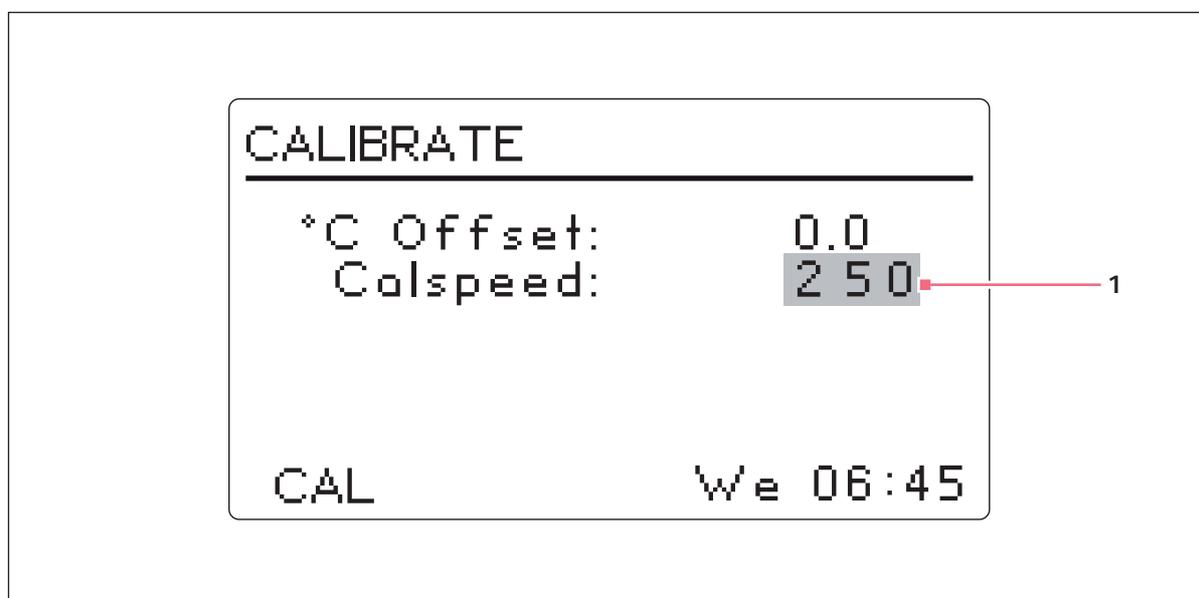

Fig. 5-16: Schermata calibrazione
1. Utilizzare la manopola di controllo per entrare nella schermata **CAL** (vedi Fig. 5-16 a pag. 62).
La funzione Calspeed, impostata nella schermata **CAL** (vedi Fig. 5-16 a pag. 62), viene utilizzata per calibrare la velocità del sistema di agitazione. Calibrata in fabbrica, la velocità non deve essere necessariamente ricalibrata fino alla sostituzione di uno dei componenti principali (ad es. la cinghia di trasmissione).